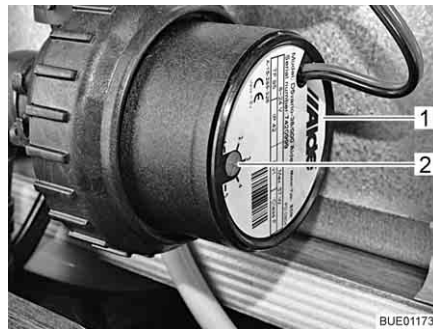

Bild 145 Varvtalsreducering
Med vridregulatorn (Bild 145,2) kan cirkulationspumpens varvtal ställas in. Vid lägre varvtal går pumpen tystare.
Vridregulatorn sitter på cirkulationspumpen (Bild 145,1).
- Vrid vridregulatorn (Bild 145,2) moturs. Effekten reduceras.